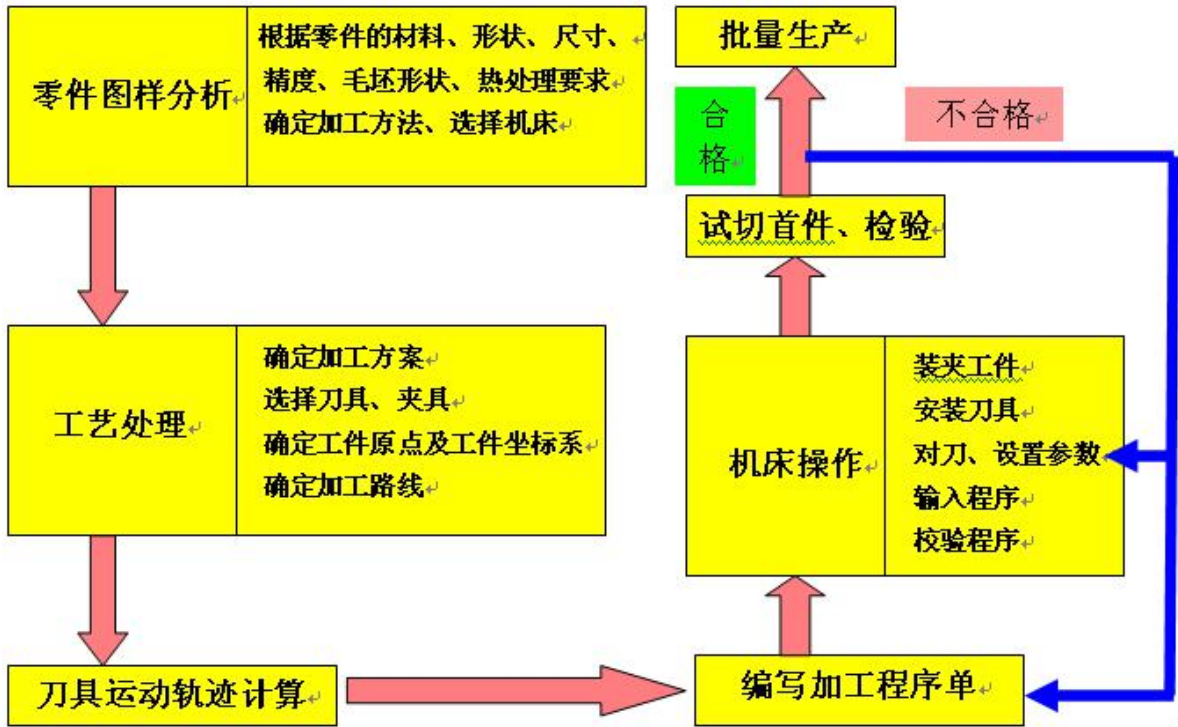

图 4-2 零件数控加工的一般过程
(3) 按零件数控加工的实际工作过程设计教学过程。零件加工的一般过程如图 4-2 所示。